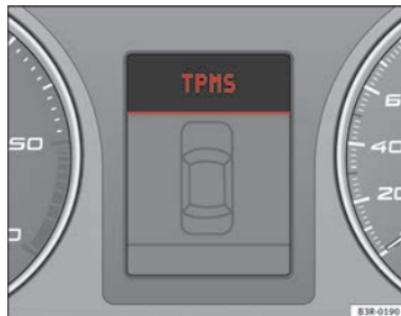
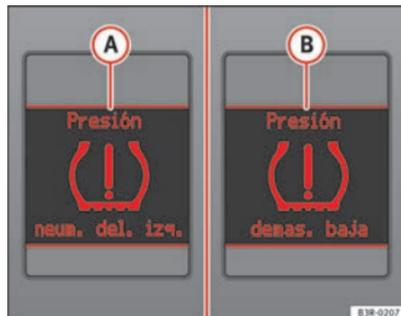

Fig. 45 Display: guasto nel sistema
Fig. 46 Display: messaggio di avvertimento (testo e spia)
La spia gialla (L) rimane accesa se vi è una anomalia nel sistema o la pressione di almeno un pneumatico è troppo bassa. In caso di anomalia si accende la spia TPMS nel display centrale del quadro strumenti ⇒ pag. 68, fig. 45. Se si verifica una rapida perdita di pressione degli pneumatici, nello schermo centrale del quadro strumenti si attiva il messaggio (A) ⇒ pag. 68, fig. 46. Se la perdita di pressione è lenta, nello schermo centrale del quadro strumenti si attiva il messaggio (B) ⇒ pag. 68, fig. 46. Non viene specificato lo pneumatico interessato. Se si presenta una di queste indicazioni: